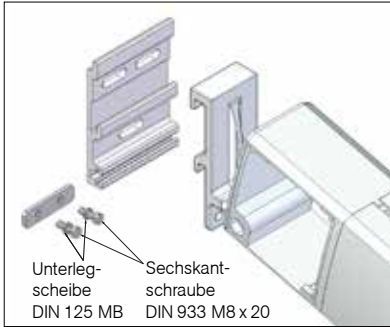

Abb. 15
- » Führungsprofil an der Wandkonsole einhängen und befestigen (Abb. 15)